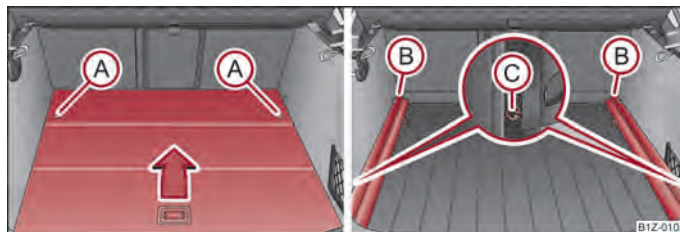

Fig. 62 Maletero: Desmontar el piso de carga variable/desmontar los portaguías
- Desbloquee el piso de carga variable girando las argollas de seguridad A ⇒ fig. 62 hacia la izquierda, aprox. 90°.
- Desbloquee los rieles portantes (B) girando las argollas de fijación intercambiables (C) a derecha, aprox. 90°.